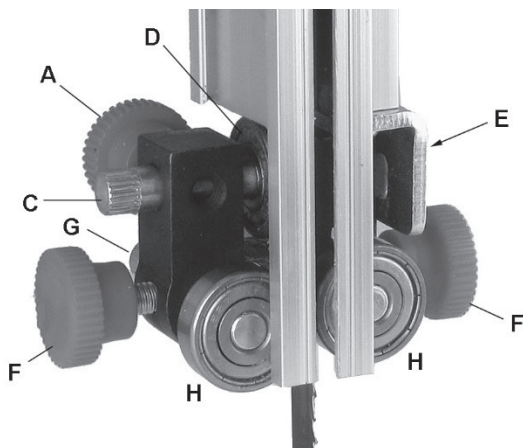
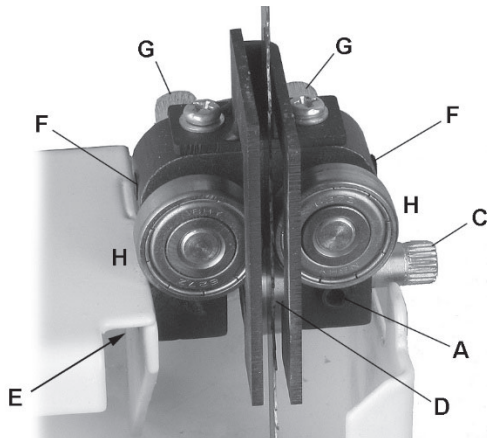

Рисунок 14: верхние направляющие лезвия
Рисунок 15: нижние направляющие лезвия
Имеется два направляющих узла лезвия - верхний узел (рис. 14) и нижний узел (рис.15). Регулировка выполняется одинаковым образом для каждого узла. Каждый узел необходимо регулировать по очереди, используя процедуры регулировки, описанные ниже.
2. Ослабьте винт с накатанной головкой верхнего упорного подшипника (А, рис. 14). Для нижней направляющей ножа ослабьте установочный винт (А, рис. 15) с помощью 3 мм прилагается шести-гранный ключ.
3. Сдвиньте регулировочный вал (С) таким образом, чтобы лезвие находилось в середине упорного подшипника (D).